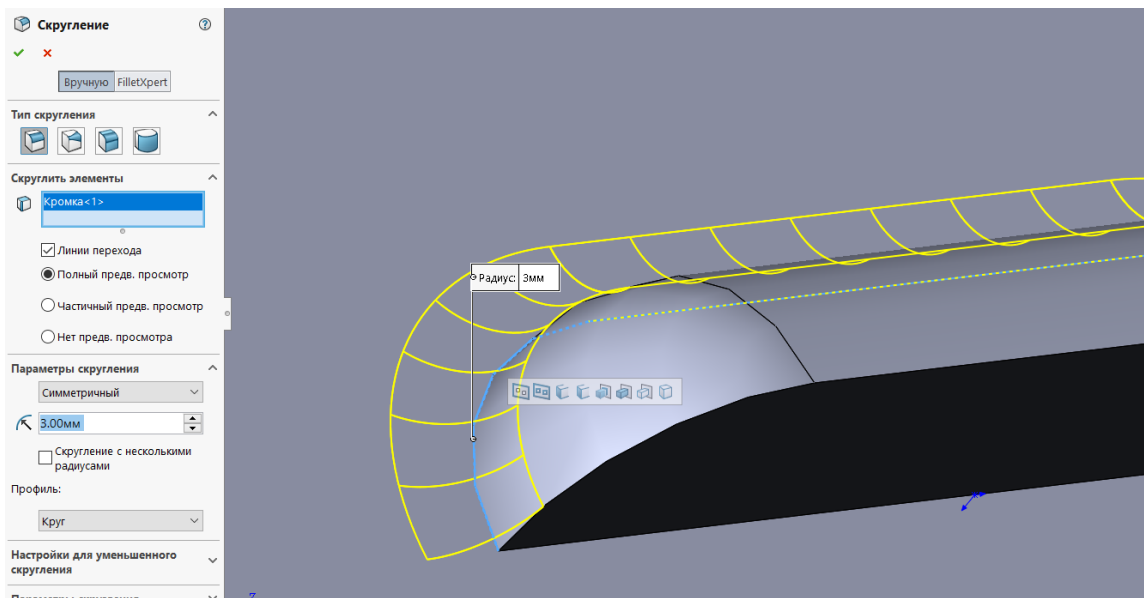

Рисунок 22 – скругление нижней кромки жалюзи
33. В поле **«Скруглить элементы»** нажать на нижнюю кромку бобышки. Радиус скругления 3 мм. (рис. 22).